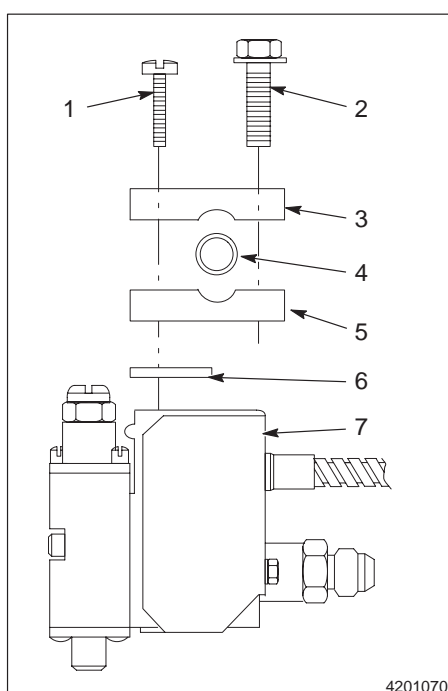

Fig. 3-2 Installation d'un pistolet H-200 standard sur une barre de montage
4. Consulter la figure 3-2. Retirer la vis à six pans (2) et les vis à tête cylindrique (1) de l'ensemble de serrage.
5. Positionner les pièces supérieure (3) et inférieure (5) de l'ensemble de serrage sur la barre de montage (4), puis visser sans serrer la vis à six pans et les vis à tête cylindrique dans les deux pièces de l'ensemble de serrage.
6. Visser les vis à tête cylindrique après les avoir enfilées dans l'entretoise isolante (6) et le corps du pistolet (7).